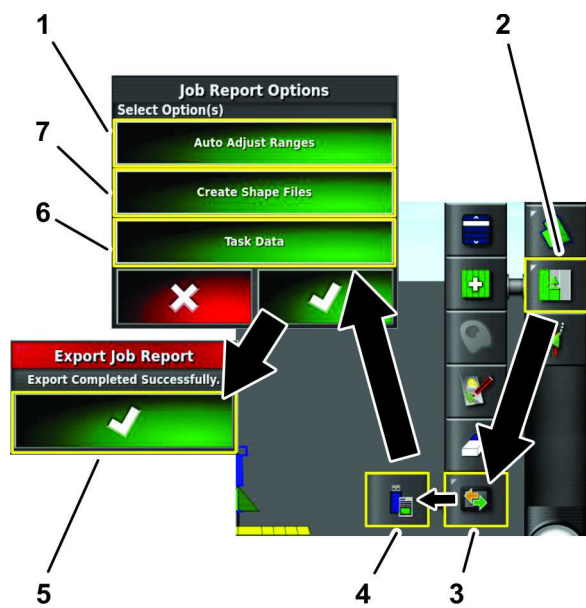

图 27
1. 按“作业菜单”图标图 27。
2. 按数据交换菜单图标图 27。
3. 按“导出作业报告至 USB”图标图 27。
5. 在作业报告选项对话框中按确认图标图 27。
6. 在导出作业报告对话框中按确认图标图 27。